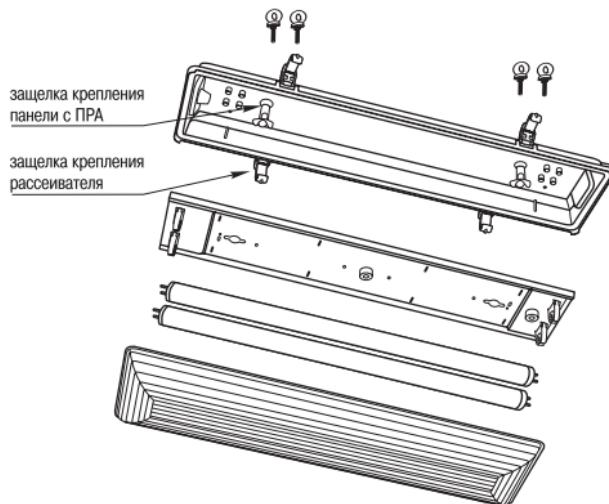

Рисунок 9
– выньте из корпуса светильника внутреннюю панель с ПРА и стартером, предварительно повернув защелку крепления на 90° (рисунок 9);